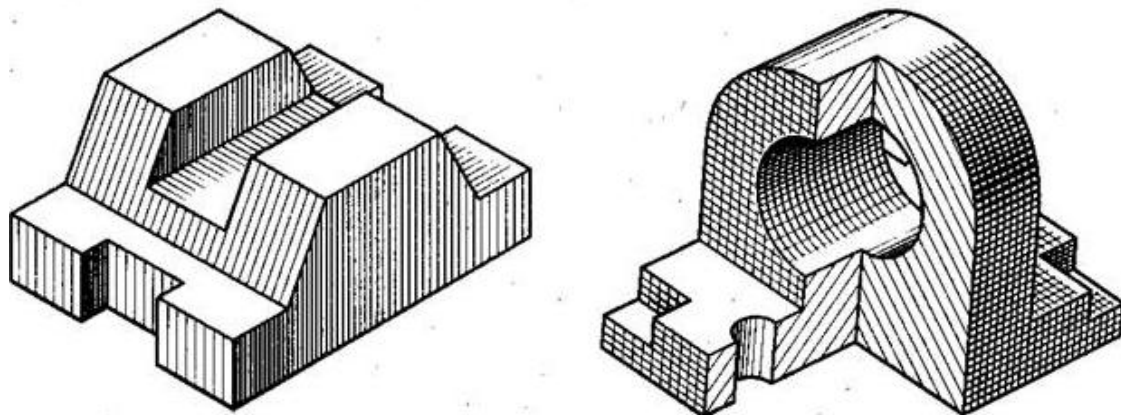

Рисунок 49 - Технический рисунок
**Технический рисунок**, рис. 49 – это наглядное изображение предмета, выполненное в глазомерном масштабе по правилам построения аксонометрических проекций.
Штрихи наносят параллельно осям и граням, рис. 49.